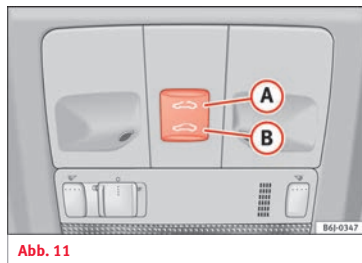

Abb. 11
- Öffnen: Schalter » Abb. 11 A einmal drücken. Schalter gedrückt halten bis das Schiebedach die gewünschte Position erreicht hat.
- Schließen: Schalter »» **Abb. 11** **B** einmal drücken. Schalter gedrückt halten bis das Schiebedach die gewünschte Position erreicht hat.